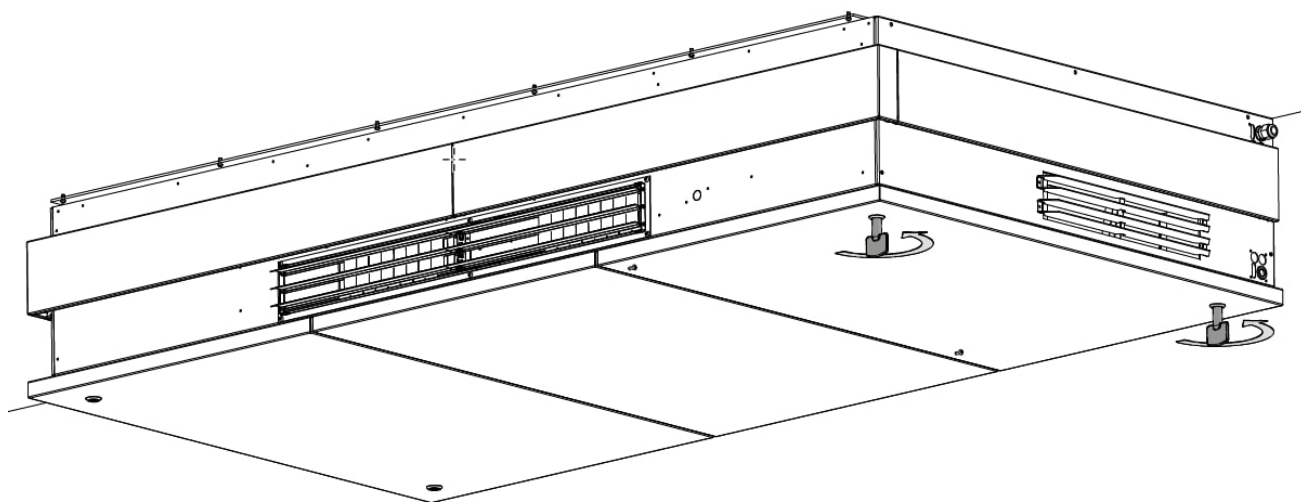

Figur 55: Lås venstre bundplade
4. Lås bundpladen ved hjælp af den medfølgende nøgle, se Figur 55.